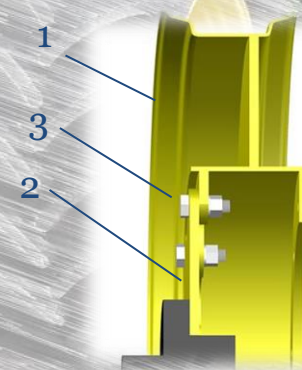

Рис.2
В комплект сборочных единиц задних одинарных колес (см. рис.2) входят:
- Для работы в междурядье 450 мм собираем одинарное колесо согласно схеме см. рис.2.